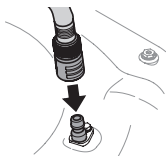

Figura 40
3. Conecte la manguera de jardín con el pico de lavado de plataforma al puerto de agua que está sobre la superficie de su plataforma (Figura 40 a la página 45).